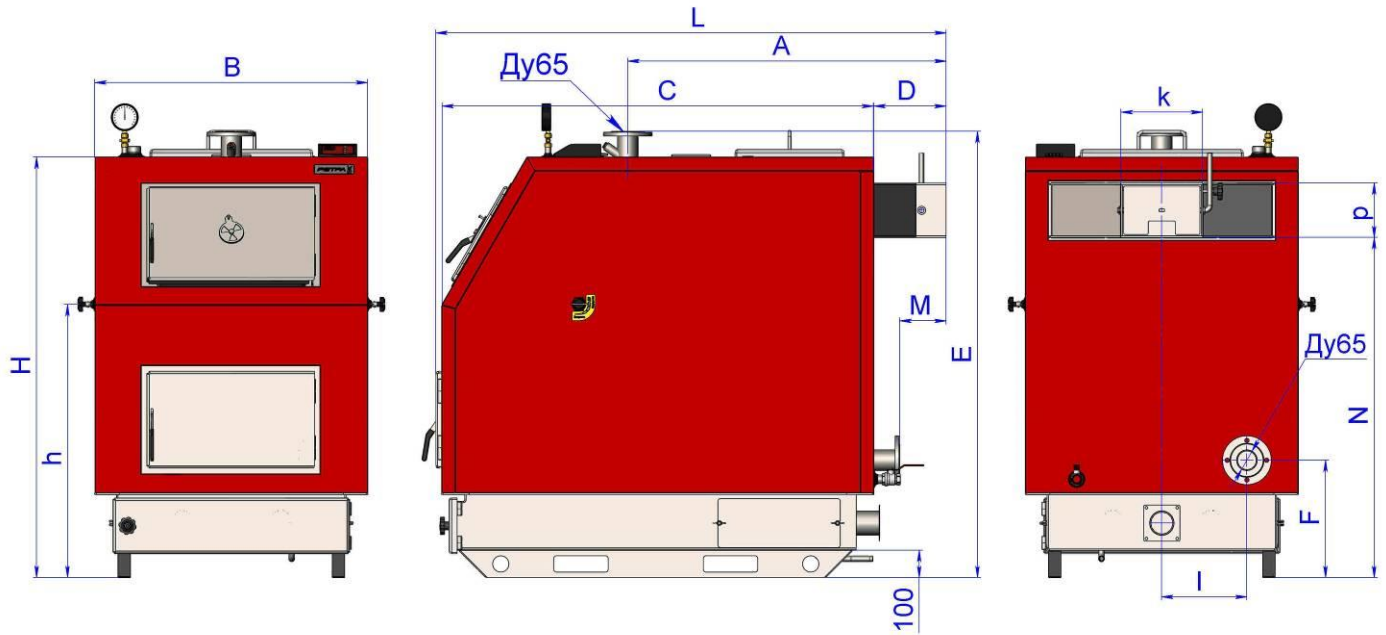

Рис.2 Котли модельного ряду «Ретра-3М»
3.1 Будова котла показана на Рис 1. Монтажні розміри котлів наведені на Рис. 2 та в таблиці 2: